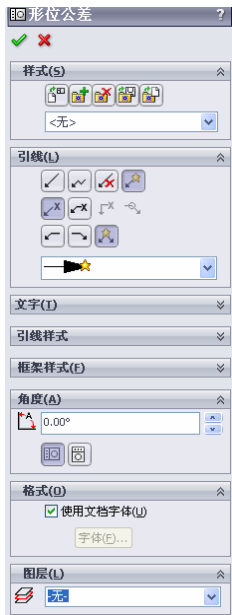
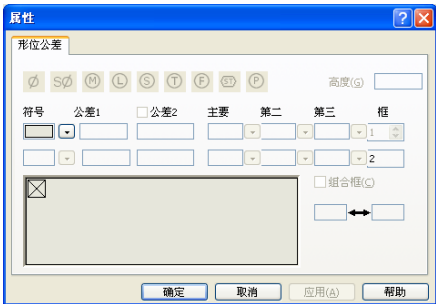

图 14-94 “形位公差”属性管理器
图 14-95 “属性”对话框
- ❶ 执行命令。选择菜单栏中的“插入”→“注解”→“形位公差”命令，或者单击“注解”工具栏中的“形位公差”图标按钮，执行标注形位公差命令。
- ❷ 此时系统弹出如图 14-94 所示的“形位公差”属性管理器和如图 14-95 所示的“属性”对话框。